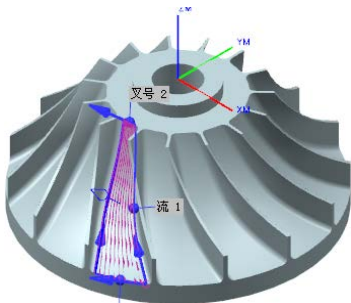
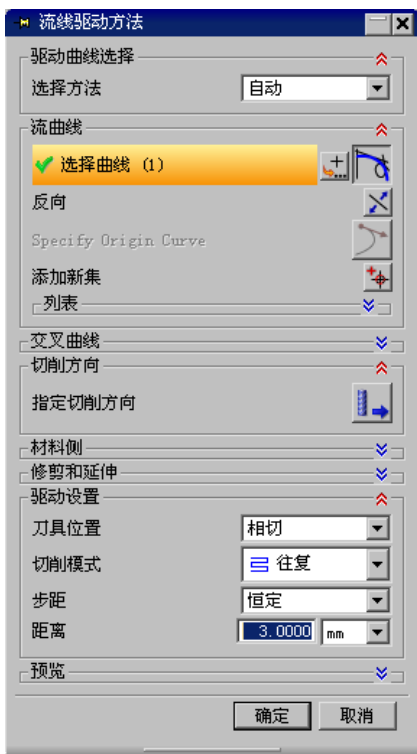

图 5.5.6 流曲线和交叉曲线
图 5.5.5 “流线驱动方法”对话框
Step1. 在“可变流线”对话框**驱动方法**区域中单击按钮，系统弹出图 5.5.5 所示的“流线驱动方法”对话框，同时在图形区系统会自动生成图 5.5.6 所示的流曲线和交叉曲线。
Step3. 设置驱动参数。如图 5.5.5 所示，在**刀具位置**下拉列表中选择**相切**选项，在**切削模式**下拉列表中选择**往复**选项，在**步距**下拉列表中选择**恒定**选项，在**距离**文本框中输入值 3.0，选择单位为**mm**，单击**确定**按钮，系统返回到“可变流线”对话框。